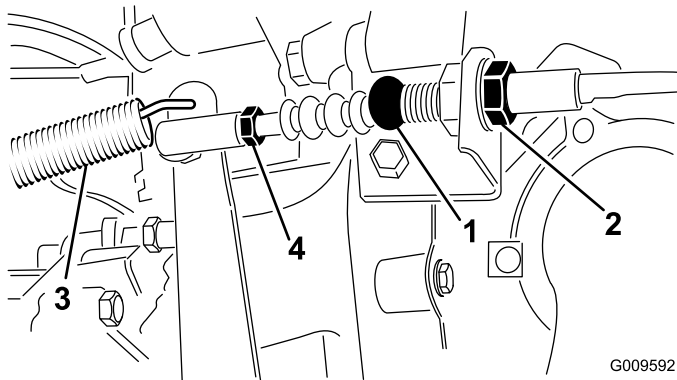

Figura 73
1. Allentate i controdadi che fissano il cavo della frizione alla staffa sul cappuccio del volante (Figura 73).